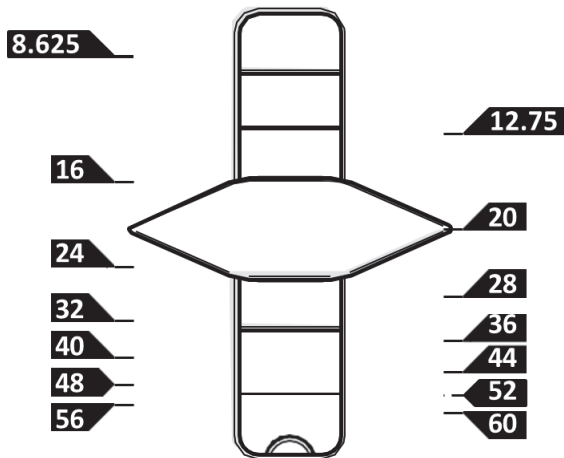
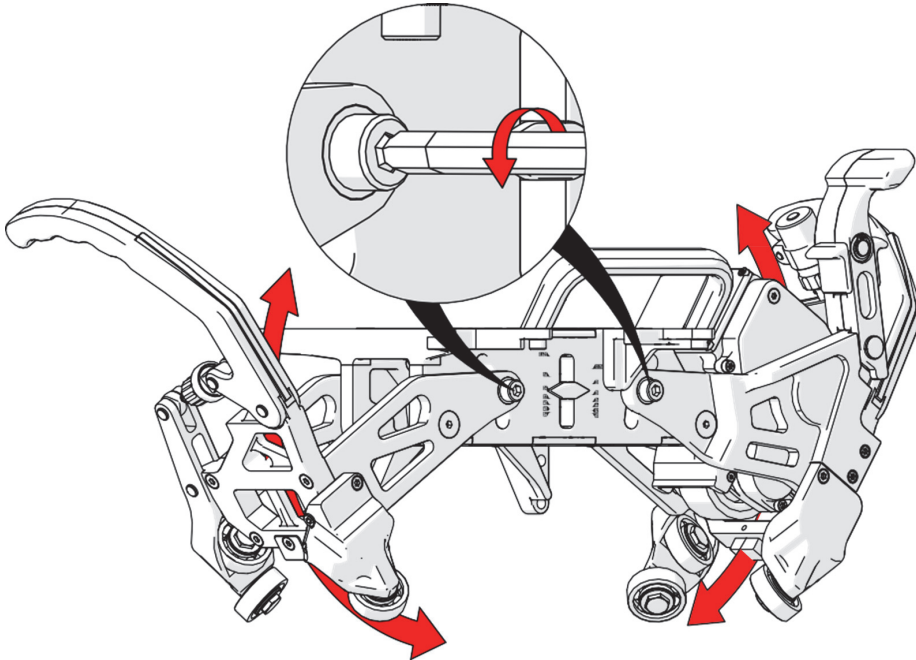

Figura 1-28 Diámetros de tubería disponibles (pulgadas)
Figura 1-29 Ajuste según el diámetro de la tubería
Las marcas en la parte trasera del transportador indican diferentes diámetros de tubería en pulgadas (ver Figura 1-28 en la página 47). Para poder ajustar el escáner motorizado al diámetro de la tubería, halle primero las marcas predeterminadas que se encuentran en la parte posterior del escáner (ver Figura 1-29 en la página 48).
1. Afloje los dos pernos con un des[tornillador hexagonal de 6 mm y haga rotar los brazos de tracción para deslizar el puntero hasta alinearlos con la marca del diámetro deseado (ver Figura 1-29 en la página 48).